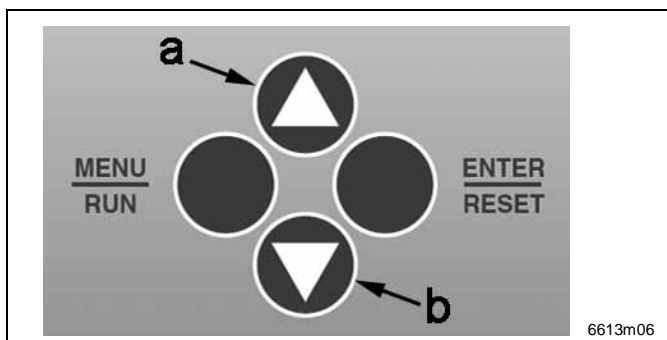

Fig. 9 Panel de control
Pulsando la tecla "UP" (pos. a, fig. 9) fuera del modo de ajuste, en el display aparece el residual corriente del ciclo de pausa transcurriendo.
El ajuste del número de la versión (0 - 1) se indica en el display del LMC 1 y se efectúa por las teclas UP & DOWN del panel de control (véase pos. a & b, fig. 9).
- ➔ Confirme la selección (0 - 1) con la tecla ENTER (fig. 9). Al no confirmar la entrada con ENTER, el valor estándar „0“ se ajusta automáticamente.